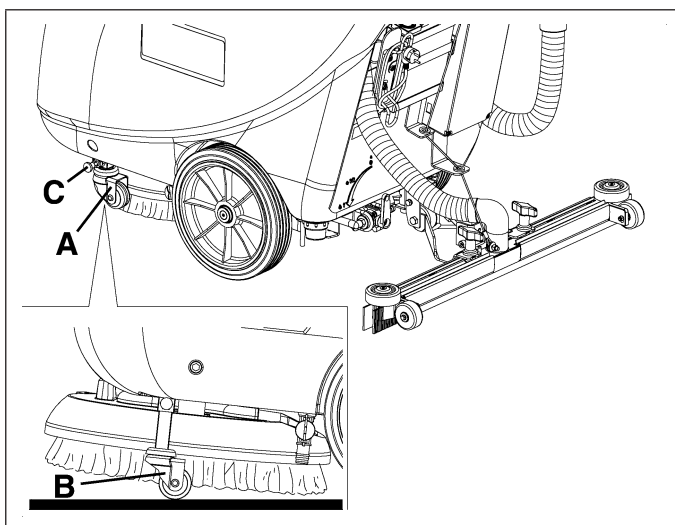

Figure 16
9. Poner el cepillo/filtro en posición de levantamiento, llevando el dispositivo de estacionamiento (A, Fig. 16) de la máquina en posición de activación (B) después de haber insertado la clavija relacionada (C).